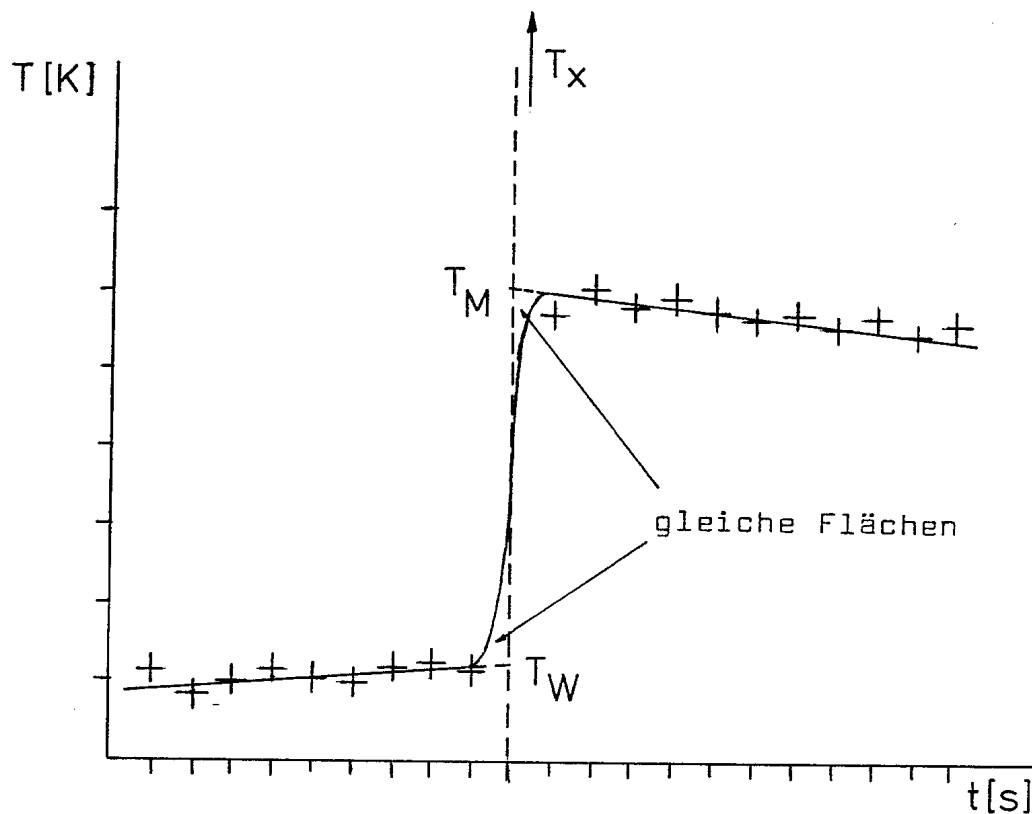

Abb. 1: Auswertung kalorimetrischer Messungen
- 1) Zeichnen Sie Ihre Meßpunkte in ein Temperatur /Zeit Diagramm ein (entsprechend Abb. 1). Diskutieren Sie den Kurvenverlauf !